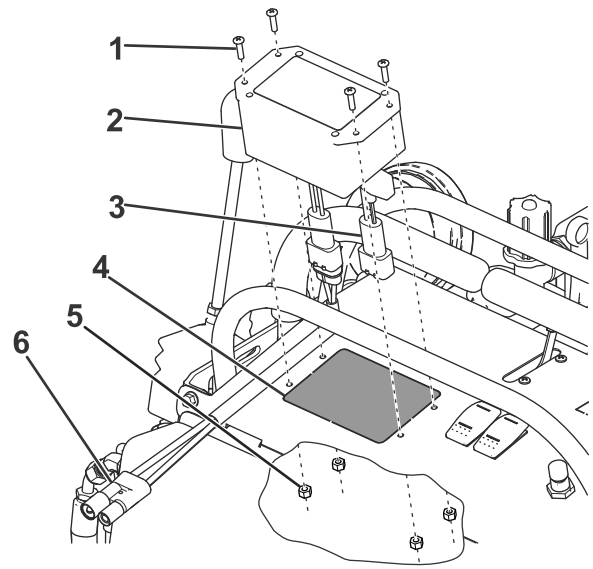

Figure 19
1. Retirez le panneau amovible du panneau de commande (Figure 19).
2. Insérez le contrôleur dans l'ouverture et fixez-le avec 4 boulons (n° 10) et écrous, comme montré à la Figure 19.